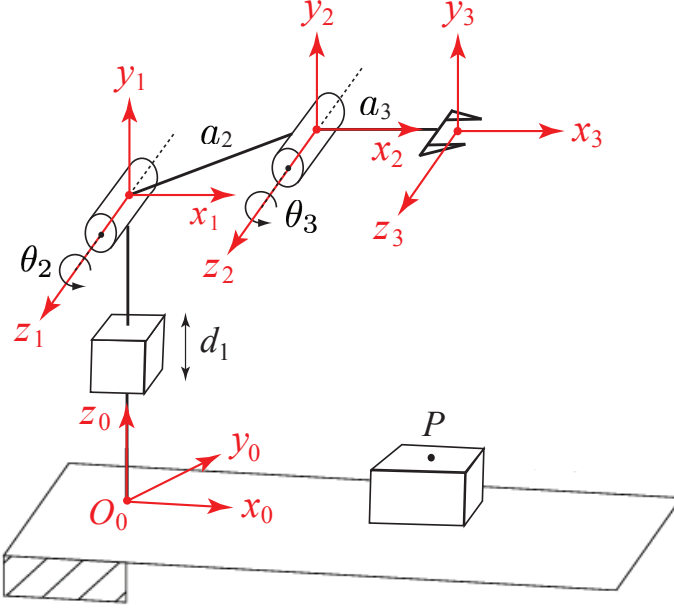

FIGURE 2 – Repères (rouges) positionnés sur le manipulateur à 3 DDL.
1. La Figure 2 montre les 4 repères du manipulateur (en rouge), positionnés en suivant la convention de Denavit-Hartenberg. Il est à noter que le choix de la direction de x_0 et de la position de l'origine O_0 du repère "0", est arbitraire.